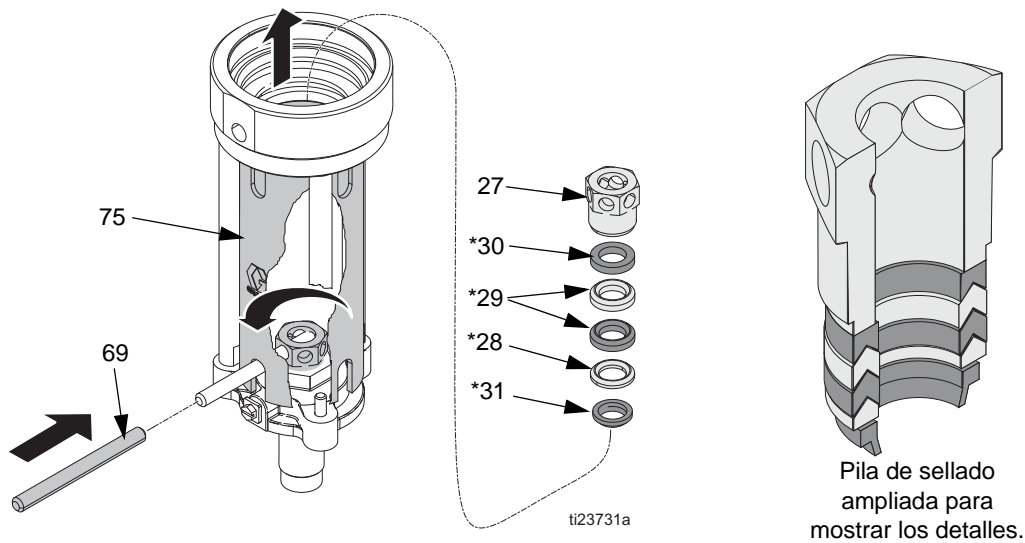

FIG. 25
- Retire la tuerca hexagonal (27) de la brida de montaje (26). Retire el prensaestopas hembra (30*), las 2 empaquetaduras de PTFE (29*), el prensaestopas macho (28*) y frotador (31*). Inspeccione todas las piezas en busca de daños. Consulte FIG. 25.